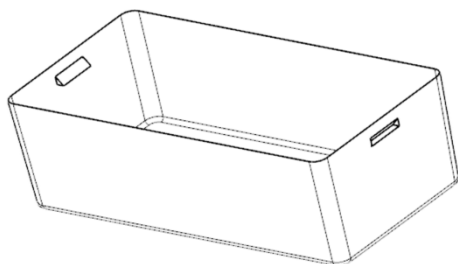

图 10-6 抽取后的曲面
(10) 选取“菜单 | 格式 | 图层设置”命令,隐藏第 1 层,只显示第 10 层的曲面,如图 10-6 所示。然后,再检查是否有遗漏曲面。